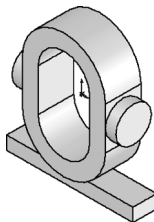

图 10-89 拉伸生成进出油口
① 选择菜单栏中的“插入”→“凸台/基体”→“拉伸”命令，或单击“特征”控制面板中的“拉伸凸台/基体”按钮，拉伸实体，拉伸深度为 7mm。
② 重复上述操作，在齿轮泵另一个侧面绘制相同的草图，拉伸实体，得到进出油口如图 10-89 所示。